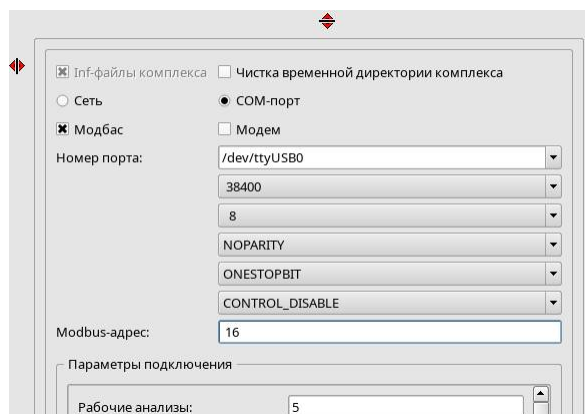

Рис.2.1-6
- Настройки порта: скорость, биты данных, контроль чётности, контроль потока. Параметры подключения по умолчанию показаны на Рис.2.1-6: 8-N-1-OFF